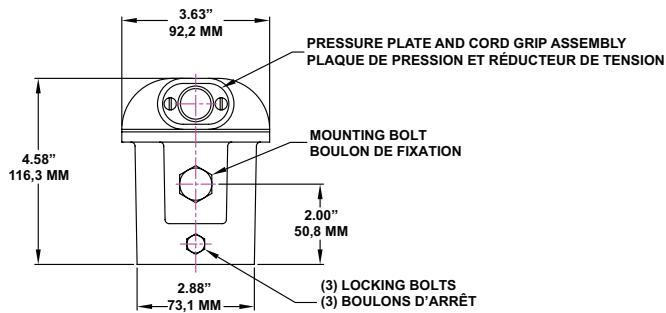

Figure 8: Poletop Slip-Fitter (P/N: G-SF20) | Embout de poteau (réf. : G-SF20)
1. Loosen the two screws on the pressure plate for cord/cable entrance. See Figure 8.
Desserrez les deux vis de la plaque de pression pour permettre l'entrée du cordon/câble. Voir la Figure 8.
See Figures 8 & 9.
Montez le luminaire avec l'étrier sur l'embout de poteau à l'aide du boulon de fixation (fourni). Serrez le boulon de fixation en place. Reportez-vous aux Figures 8 et 9.